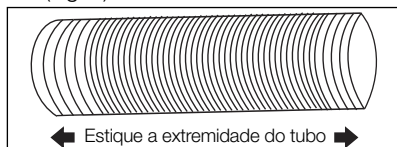
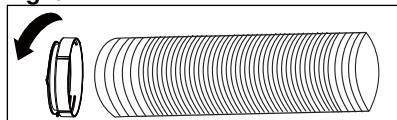

Fig. 5
Fig. 6
3. Estique um dos lados do tubo (Fig. 5) e enrosque-o no adaptador A (Fig. 6).